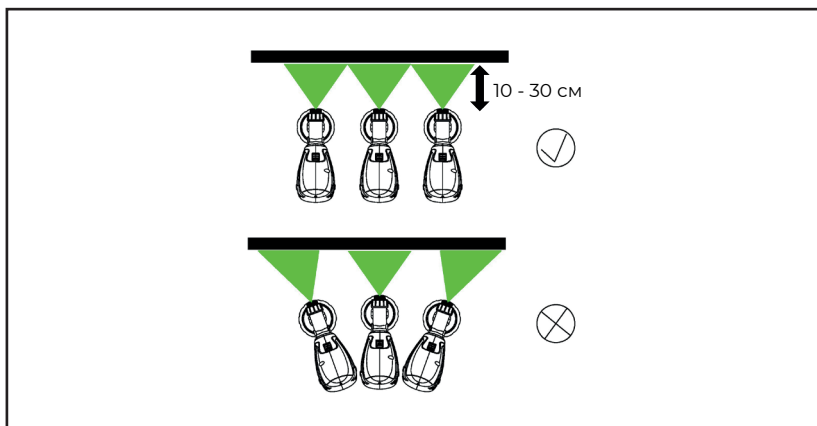

рис. 7
- Правильно (рис. 7А). Обязательно держите распылитель на равном расстоянии приблизительно 10-30 см от целевого объекта.
- Неправильно (рис. 7В). Образование сильного тумана при распылении, неровное качество поверхности.